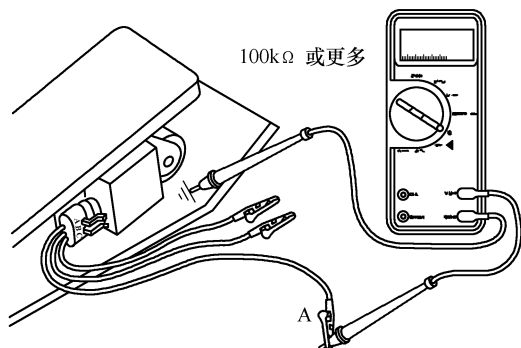

图 4-81 测量回路插头(A)与接地间的电阻
(3) 检查是否对地短路
① 测量加速踏板或变速杆位置传感器回路导线插头(A)与接地间的电阻,如图 4-81 所示,电阻应大于 $100k\Omega$,显示开路。